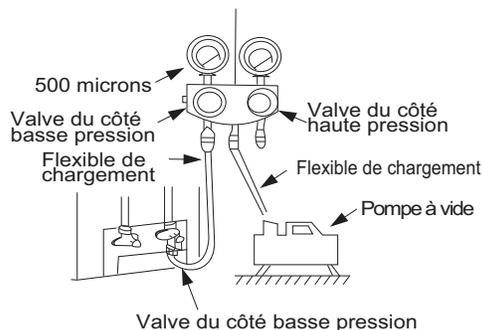

Fig. 48 – Collecteur
3. Ouvrez complètement le côté basse pression du manomètre du collecteur (consultez la figure 48).